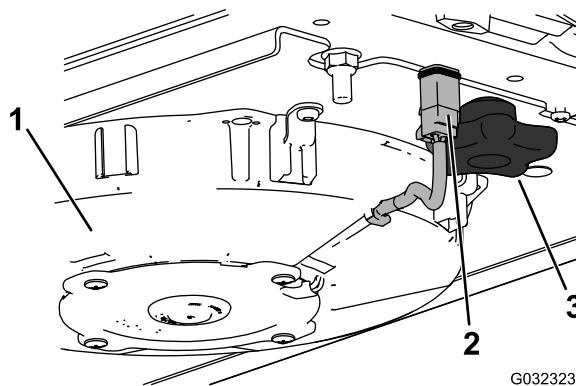
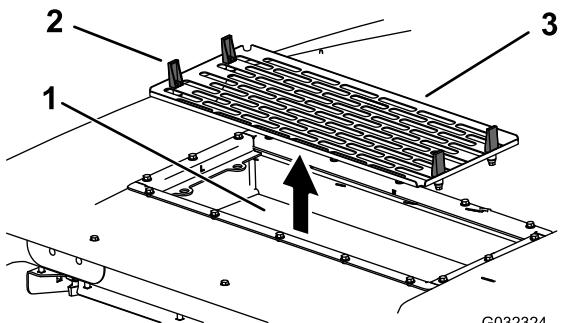

Figura 133
Figura 134
6. Instale os filtros de ar, painel e conjunto da ventoinha (Figura 131, Figura 133 e Figura 134).
7. Ligue o fio de cada uma das ventoinhas (Figura 133).